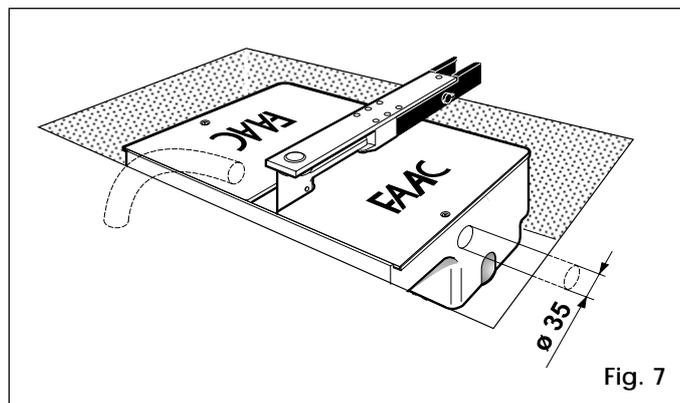

Fig. 7
- 3) Mettere in opera un tubo in PVC di diametro 35 mm per il passaggio di un cavo elettrico a 4 poli, fino ad arrivare all'apparecchiatura elettronica di comando (fig. 7). E' consigliabile, inoltre, prevedere un tubo di drenaggio per l'acqua piovana fino ad arrivare al più vicino canale di recupero acque (fig. 7).